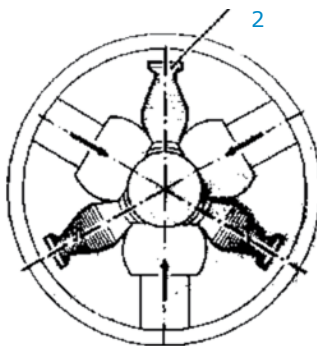

Figure 4
9. **Amener** les galets vers le centre. Positionner l'étoile de retenue (2, figure 4).